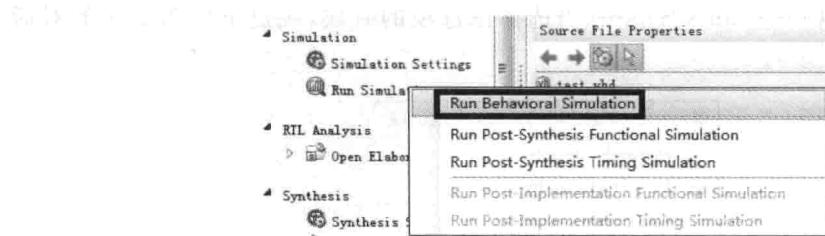

图 2.36 选择运行行为仿真
- (13) 保存 test.vhd 或者 test.v 文件。
- (14) 在源文件窗口选择 test.vhd 或者 test.v 文件(取决于读者所选择的设计语言)。
- (15) 如图 2.36 所示, 在 Vivado 设计界面左侧的流程向导窗口内, 找到并展开 Simulation。
(16) 单击 Run Simulation(运行仿真)。出现浮动菜单,选择 Run Behavioral Simulation(运行行为仿真选项)。此后,Vivado 开始运行行为仿真。